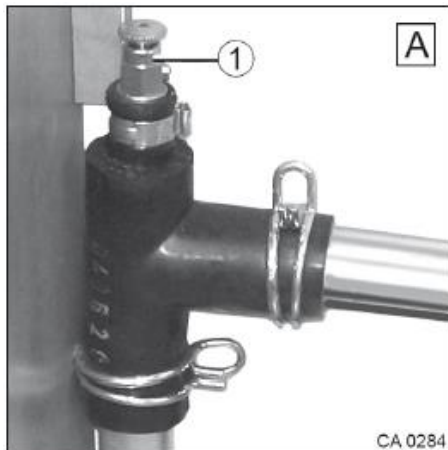

Fig. 163 Soupape de purge
1. Ouvrir la soupape de purge lentement au moyen de la vis de purge (Fig. 163/1) et la laisser ouverte jusqu'à ce que plus d'air n'en sort.